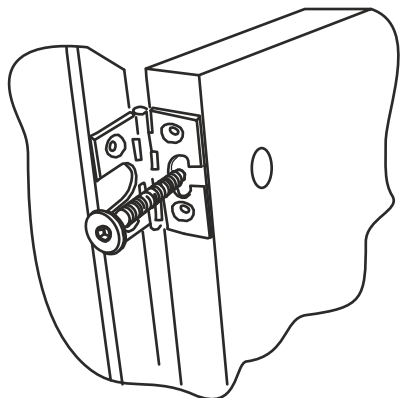

Рис. 1
Приставить дверь 07 (07.01), к колонке стенки вертикальной 03 (04) оборудованной декоративными карточными петлями. Совместить отверстия на петлях с отверстиями в кромке двери. В гайки, через отверстия в петлях и кромки двери, вставить винты (рис.1).